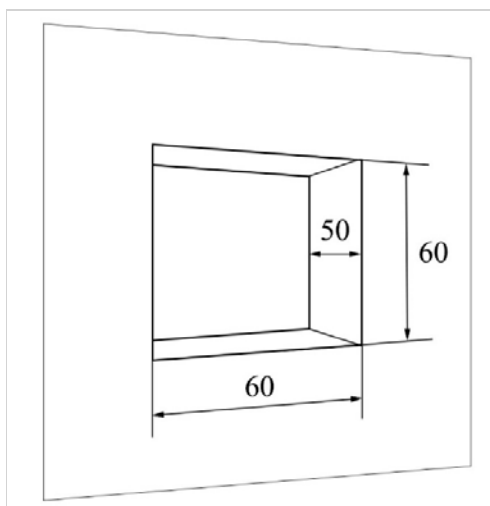

Рисунок 2 – Отверстие для размещения кабелей
- 2.2.1. В месте установки крепления вырезать отверстие ($B \times Ш \times Г = 60 \times 60 \times 50$ мм) для размещения кабелей (рисунок 2).
- 2.3.2. Подключить вызывную панель RV-3434 (алгоритм подключения описан в руководстве по эксплуатации для вызывной панели). Вызывную панель вставить в монтажные пазы крепления (рисунок 2), чтобы выступы крепления вошли под крепежную пластину панели. Четырьмя винтами **ISO M3×10** из комплекта поставки прикрутить панель к креплению с помощью отвертки **Torx t10**.